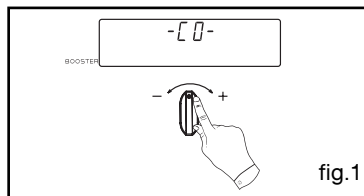

fig.1
- Appuyez pendant quelques secondes sur le bouton de réglages jusqu’à l’affichage de  (fig.1).